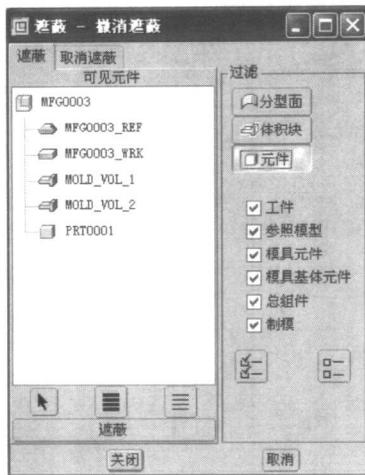

图 2.5 “遮蔽—取消遮蔽”对话框
需要强调的是，在窗口的右上角有一个按钮 遮 ，单击这个按钮之后，会弹出“遮蔽—取消遮蔽”对话框，如图 2.5 所示。在设计模具的过程中，经常需要使用这个对话框，所以在此提前介绍这个对话框的功能。
- (1) 单击 遮 按钮，打开“遮蔽—取消遮蔽”对话框，如图 2.5 所示。
- (2) 设置适当的过滤方式，如分型面、体积块、元件。
- (3) 在“可见元件”内，选取要遮蔽的对象。如果需要直接从图形窗口或“模型树”选取对象，则单击“选取”按钮 选 。
- (4) 在从图像窗口或“模型树”中选取对象之后，单击“选取”菜单中的“确定”按钮。
- (5) 在对话框中，单击“遮蔽”，即可遮蔽选中的对象。
- (6) 单击“关闭”按钮。关闭“遮蔽—取消遮蔽”对话框。